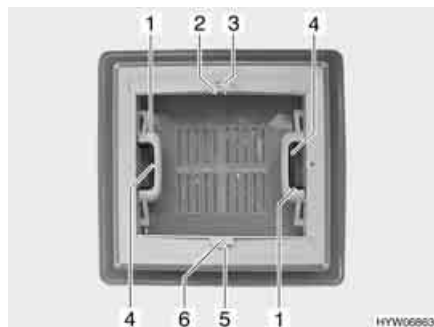

Fig. 64 Oblò a scatto
Apertura: ■ Premere la chiusura a scatto (Fig. 64,4) verso l'interno dell'oblò. Premere contemporaneamente verso l'alto l'oblò con la maniglia (Fig. 64,1).
Chiusura: ■ Tirare con forza verso il basso le due maniglie (Fig. 64,1) dell'oblò, fino a quando non scattano entrambe le chiusure.
Chiusura: ■ Premere l'arresto (Fig. 64,5) verso il lato esterno dell'oblò.
■ Tirare l'oscurante a rullo per la maniglia (Fig. 64,6) fino alla maniglia contrapposta della zanzariera a rullo (Fig. 64,2) e farla innestare.
Apertura: ■ Serrare la maniglia (Fig. 64,2). L'arresto si sblocca.
■ Ricondurre lentamente l'oscurante a rullo accompagnandolo con la maniglia (Fig. 64,6).
Chiusura: ■ Premere l'arresto (Fig. 64,3) verso il lato esterno dell'oblò.
■ Tirare la zanzariera a rullo per la maniglia (Fig. 64,2) fino alla maniglia contrapposta dell'oscurante a rullo (Fig. 64,6) e farla innestare.
■ Ricondurre lentamente la zanzariera a rullo accompagnandola con la maniglia (Fig. 64,2).